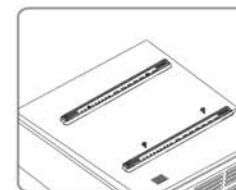
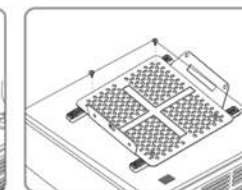

Figure 12
Figure 13
5. Monteer uw projector op de bodem plaat (8) zoals te zien in Fig.5. Hier kunnen, indien nodig, ook de verlenging armen ingezet worden om de projector te monteren (Fig. 12 & Fig. 13)
1. Bevestig de verleng armen (10) op uw projector. (Fig. 12). Gebruik de juiste schroeven (meegeleverd) in de juiste lengte! De beklede zijde van de arm wordt op de projector geplaatst!